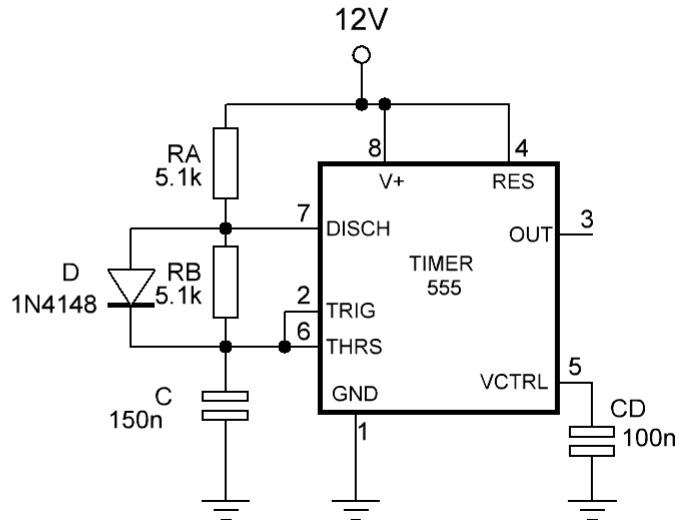

Figure 7b
5. Pour avoir un rapport cyclique égal à  $1/2$  on adopte le montage de la figure 7b.
7. Dans le montage de la figure 7b, Mettre la valeur de  $R_A=220\text{ohms}$ , relever la forme du signal à la sortie 3, déterminer le nouveau rapport cyclique.